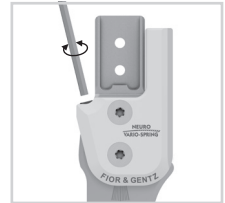

Fig. 16
À l'aide de la vis de réglage dans l'articulation modulaire, la liberté de mouvement peut être réglée avec précision jusqu'à 10° (Fig. 16). Pour ce faire, vissez ou dévissez la vis de réglage dans l'articulation modulaire. Notez que le réglage avec précision est limité à 10° maximum. Sinon, la pression superficielle entre la vis de réglage et l'étrier de pied modulaire peut devenir si forte que la vis se comprime et perd sa fonction.
- 1 Dévissez la vis de réglage du filetage (Fig. 16).